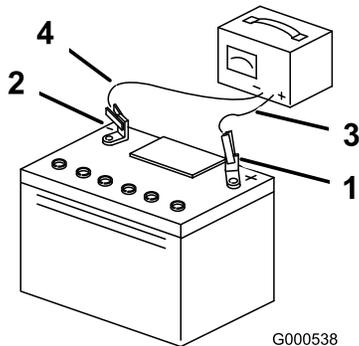

Figura 62
5. Quando a bateria estiver totalmente carregada, desligue o carregador da tomada elétrica e em seguida desligue os cabos do carregador dos bornes da bateria (Figura 62).